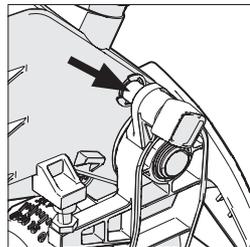

Abb. 16
- Vergewissern Sie sich, dass sich der Schneidkopf in der gesperrten Position befindet. Dabei muss der Kopfrastbolzen vollständig in seiner Halterung eingerastet sein. (vgl. Abb. 16)
- Vergewissern Sie sich, dass sich der Schneidkopf in der gesperrten Position befindet. Dabei muss der Kopfrastbolzen vollständig in seiner Halterung eingerastet sein. **(Abb. 16)**
- Ziehen Sie den Kopfrastbolzen (**Abb. 16**) heraus und lassen Sie den Schneidkopf in seine aufrechte Position fahren.